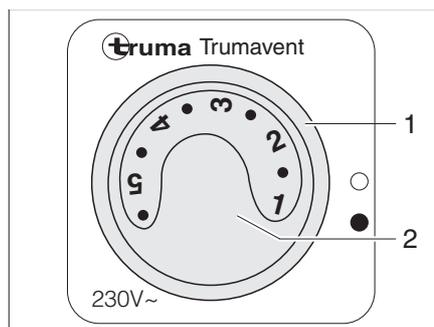

Fig. 107 Commutateur de commande du ventilateur à air pulsé (230 V)
- Mettre l'interrupteur tournant (Fig. 107,1) sur "●".
- Régler la puissance désirée du ventilateur à air pulsé à l'aide du bouton de commande (Fig. 107,2).
- Mettre l'interrupteur tournant (Fig. 107,1) sur "O".